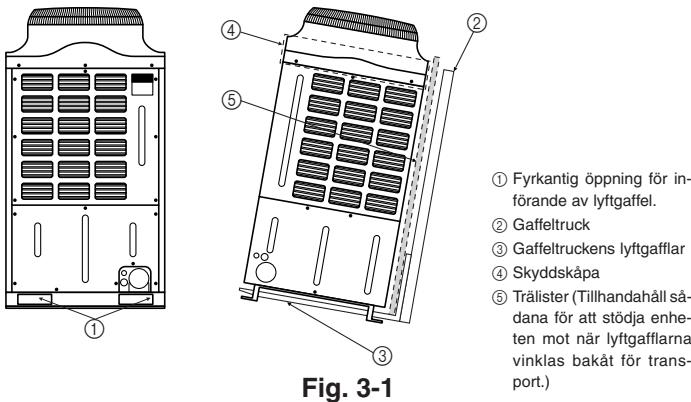

Fig. 3-1
3.1. Transport med gaffeltruck (Fig. 3-1)